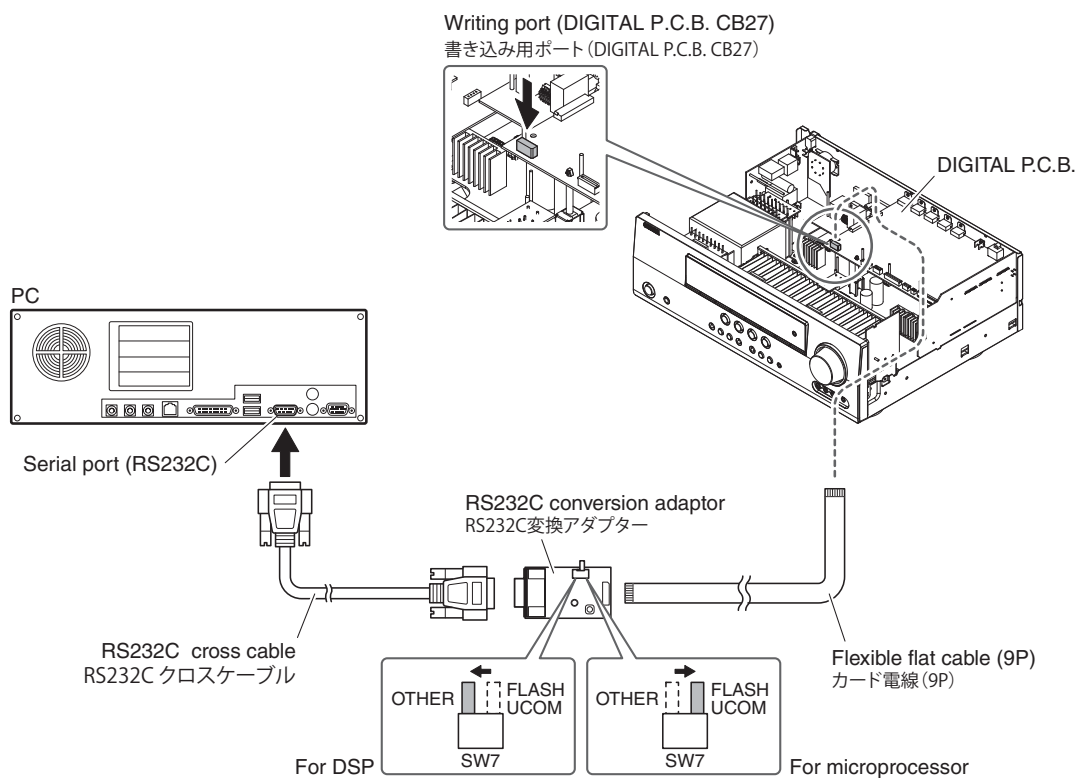

Fig. 1
2. Connect the writing port (CB27 of DIGITAL P.C.B.) of this unit to the serial port (RS232C) of the PC with RS232C cross cable, RS232C conversion adaptor and flexible flat cable as shown below. (Fig. 1)
3. Set the switch (SW7) of RS232C conversion adaptor as shown below. (Fig. 1)
2. 本機書き込み用ポート (DIGITAL P.C.B. CB27) と PC のシリアルポート (RS232C) を下記のように接続します。(Fig. 1)
3. RS232C 変換アダプターのスイッチ (SW7) を下記のように設定します。(Fig.1)